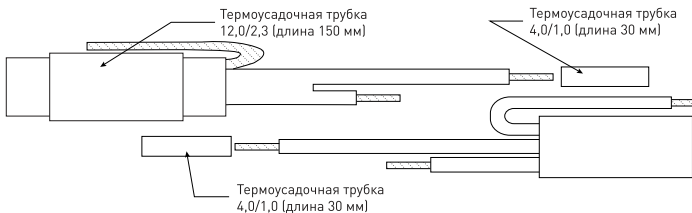

Рис. 5 - Подготовка кабеля и провода к монтажу соединительной муфты
5.6.2 На жилу кабеля длиной 65 мм и жилу провода длиной 60 мм надеть две термоусадочные трубки 4,0/1,0 длиной 30 мм — см. рисунок 5.